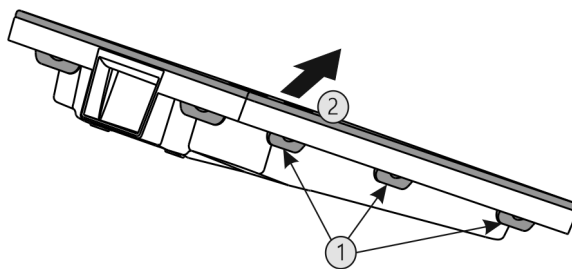

Fig. 72
- ▶ Wszystkie nakładki Fig. 72 (1) wcisnąć po kolei i zdjąć Fig. 72 (2) pokrywę.